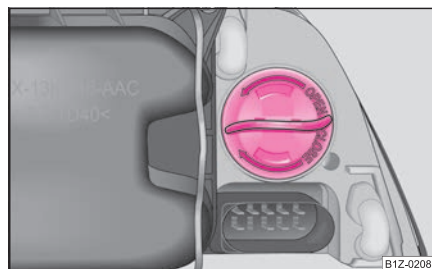

Fig. 234 Demontarea becului cu incandescență al luminii de semnalizare din față
- Rotiți soclul în sensul săgeții **OPEN (deschis)** și scoateți-l împreună cu becul luminii de semnalizare ⇒ fig. 234.